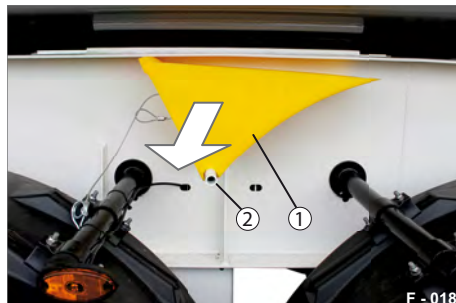

Abb. 41 Unterlegkeil entnehmen
- ▶ Ziehen Sie den Unterlegkeil (Abb. 41/1) von dem Haltebolzen (Abb. 41/2) ab.